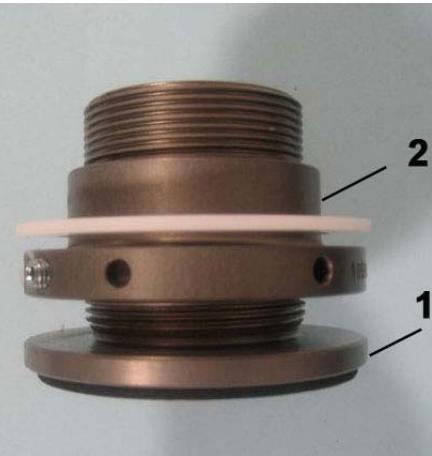

Fig. 4
- **Fig. 4** Verstelleinheit (1) für den Einbau vorbereiten:
- Gewindering (2) bis Gewindeende einschrauben.
- **Fig. 4** Prepare adjustment unit (1) for installation:
- Screw in threaded ring (2) down to the end of the threading.
- **Fig. 4** Préparer l'unité de réglage (1) pour le montage :
- Fixer la bague filetée (2) jusqu'à l'extrémité du filetage.
- **Fig. 4** Preparar la unidad de regulación (1) para el montaje:
- Atornillar el anillo rosado (2) hasta el final de la rosca.